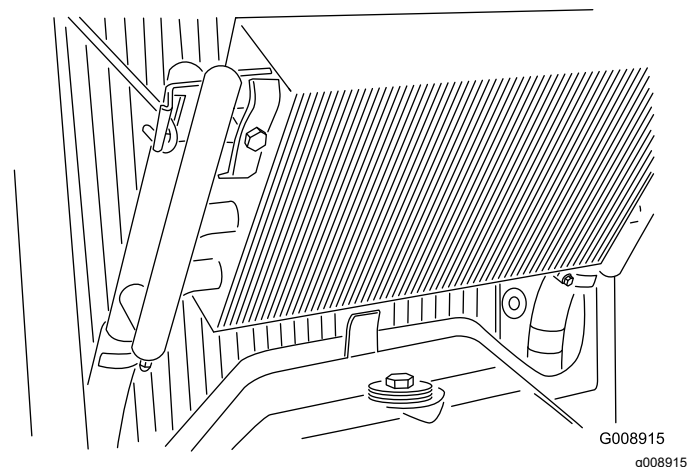

Figure 59
3. Déverrouillez le refroidisseur d'huile et faites-le basculer en arrière (Figure 59). Nettoyez soigneusement les deux côtés du refroidisseur et du radiateur avec de l'eau ou de l'air comprimé. Rabattez le refroidisseur d'huile en position.